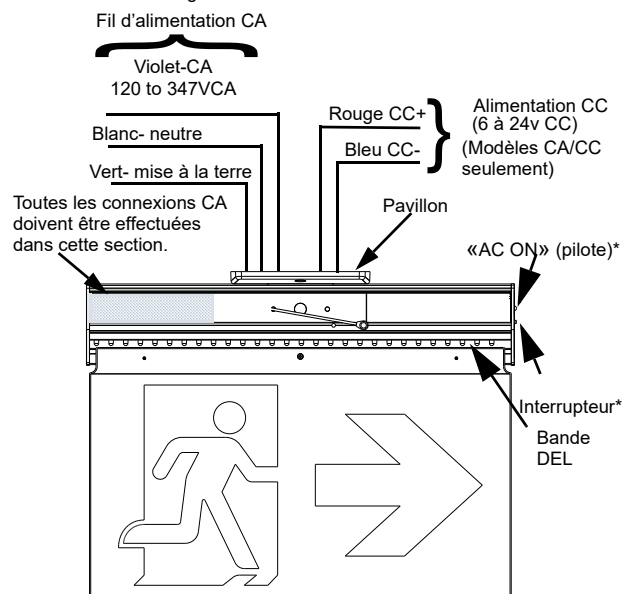

Figure 3
- a. Fixez les fils d'alimentation en courant alternatif aux fils de rallonge fournis (suivez le câblage électrique de la figure 3).
- c. Faites passer les fils fournis par le trou central de l'auvent et fixez l'auvent à la plaque de l'araignée à l'aide des vis fournies (5).
- d. A l'aide d'un tournevis, poussez le bouton vers l'intérieur du boîtier. Faites passer les fils fournis par le trou central et montez le boîtier sur l'auvent à l'aide des vis fournies (7).
- b. Fixer l'auvent au boîtier à l'aide des vis (7) et des contre-écrous fournis (12).
- c. Fixez les fils d'alimentation en courant alternatif aux fils de rallonge fournis (suivez le câblage électrique de la figure 3).
- e. Fixer la plaque de fixation à la boîte de jonction à l'aide des vis de la boîte de jonction (3).
- g. Fixer l'assemblage auvent/boîtier à la plaque de fixation à l'aide des vis fournies (5).
5. Connexions électriques (voir figure 3):